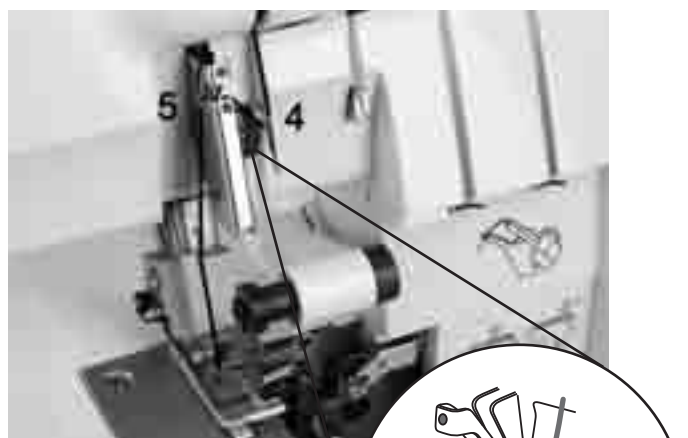

Fig.32
4. Enfie a linha de acordo com as marcações azuis (4 - 6) (fig. 32/33).